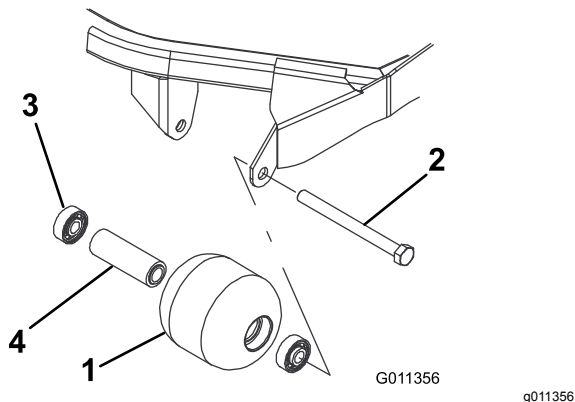

Figure 92
1. Retirez le boulon de fixation du galet (Figure 92).
1. Enfoncez le premier roulement dans le logement à la presse (Figure 92). Exercez la pression uniquement sur la bague extérieure ou uniformément sur les bagues intérieure et extérieure.
2. Insérez l'entretoise (Figure 92).
3. Enfoncez le second roulement dans le logement (Figure 92) en exerçant une pression uniforme sur les bagues intérieure et extérieure jusqu'à ce que la bague intérieure rencontre la douille d'écartement.